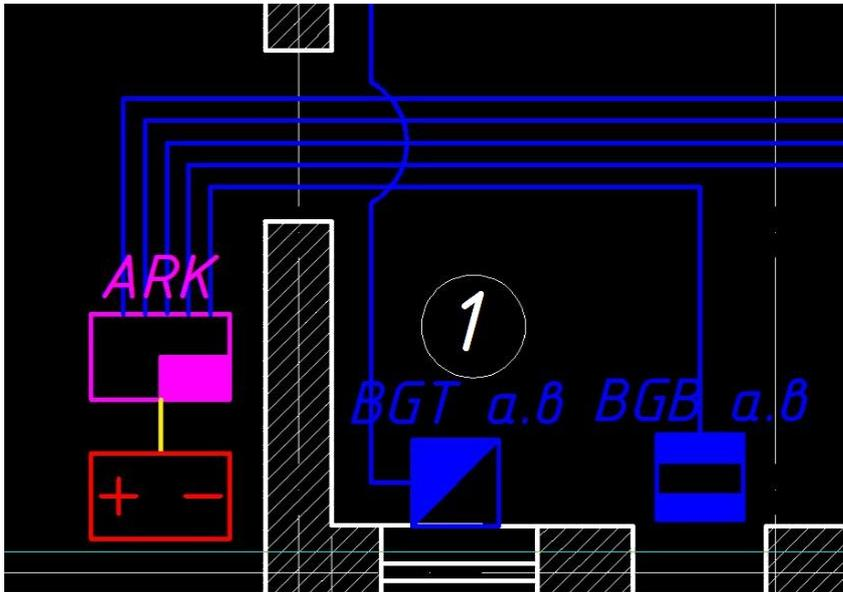

Рисунок 8.5. Обход линий с одинаковыми свойствами.
- Если на плане линии одного цвета вынужденно пересеклись, но соединения в этом месте не предполагается, то необходимо показать Обход, см. Рисунок 8.5.